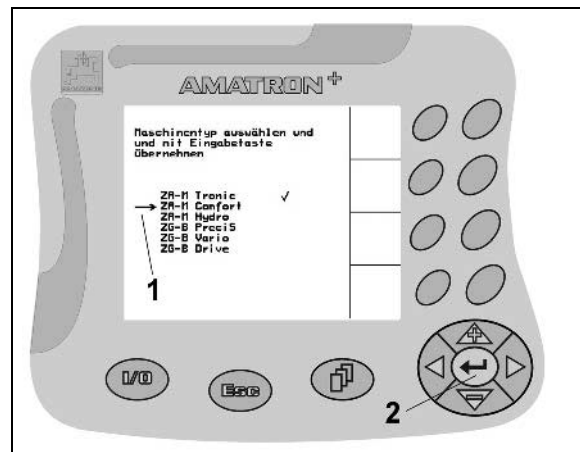

Fig. 15
1. Auswahlpfeil (Fig. 15/1) mit  und  positionieren.
2.  Die Auswahl übernehmen (Fig. 15/2).